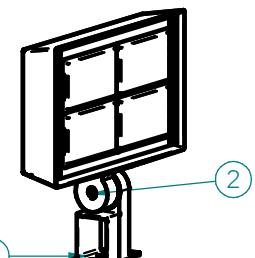

Fig. 1
#### **Trunnion Mount (Fig. 1):**
- Use a minimum of two 3/8" diameter bolts or one 3/4" diameter bolt for mounting (Item 1 in Fig. 1).
- Loosen the bolt (Item 2 in Fig. 1) on the knuckle using a 3/8" hex key to allow the fixture to be aimed up or down.
- Once the fixture is aimed at the desired target, tighten the bolt (Item 3 in Fig. 1) on the knuckle.
**Tourillon (Fig. 1):**
•Utilisez au moins deux boulons de 3/8" de diamètre ou un boulon de 3/4" de diamètre pour le montage (élément 1 dans la Fig. 1).
•Desserrez le boulon (Article 2 sur la Fig. 1) sur la genouillère à l'aide d'une clé hexagonale de 3/8" pour permettre à l'appareil d'être orienté vers le haut ou vers le bas.
•Une fois que la fixation est dirigée vers la cible souhaitée, serrez le boulon (pos. 3 sur la fig. 1) sur le charnon.